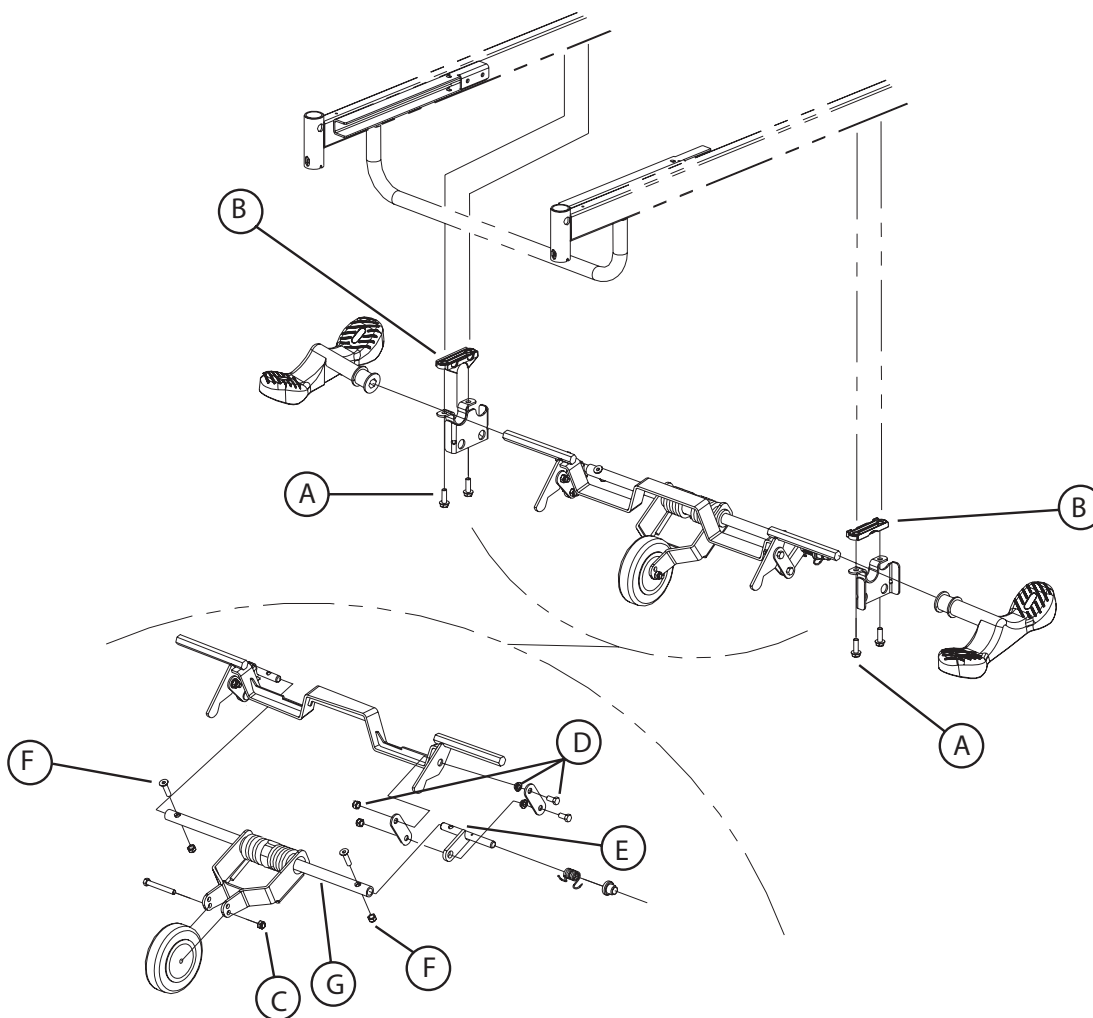

Figure 4.4 A
4. À l'aide de la douille 1/2", retirez les deux boulons (A) retenant le support de 5^e roue (en option) ou le support de balancier (F, Figure 4.4 B (sans l'option 5e roue), page 62) du côté de la pédale à remplacer et déposez le support. Récupérez l'espaceur moulé (B).
À moins d'indications contraires, référez-vous à la Figure 4.4 A, page 58 pour cette procédure de remplacement.